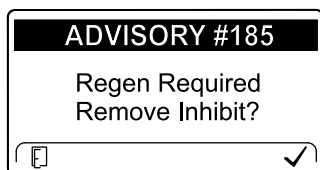

Bild 69
**Hinweis:** Wenn Sie im InfoCenter das Verhindern der Zurücksetzen-Regenerierung eingestellt haben, wird ADVISORY#185 (Bild 69) alle 15 Minuten im